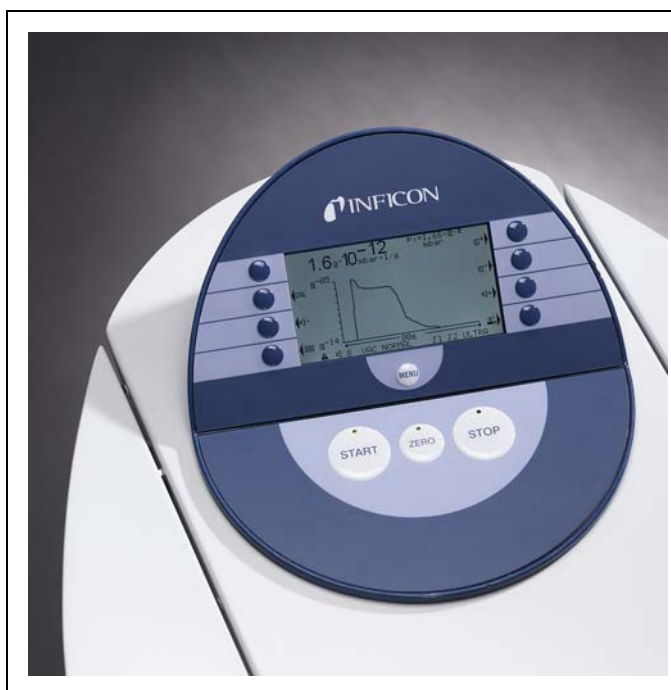

Abb. 5-2: Display, Trend Modus
- Als Trend (Leckrate gegen Zeit) Abb. 5-2
Im Trend Modus wird die gemessene Leckrate über die Zeit angezeigt Abb. 5-2. Zusätzlich zur aktuell gemessenen Leckrate wird auch der Einlassdruck digital angezeigt. Die Zeitachse kann über ein Menü definiert werden (siehe Kapitel 6.2.3 Zeitachse). Die Intensitätsachse (Y-Achse) wird in gleicher Weise wie für die Balkenanzeige definiert (siehe Kapitel 6.2.1 Skalierung linear/logarithmisch).